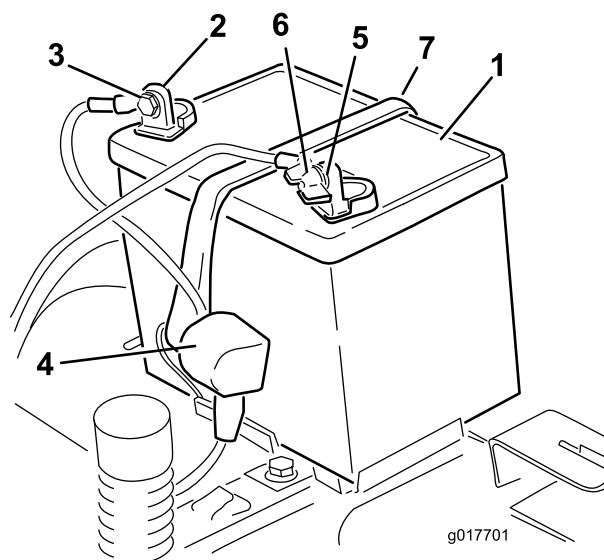

Figure 39
4. Débranchez le câble négatif (noir) de mise à la masse de la borne de la batterie (Figure 39). Conservez toutes les fixations.
5. Repoussez le capuchon en caoutchouc sur le câble positif (rouge). Débranchez le câble positif (rouge) de la borne de la batterie (Figure 39). Conservez toutes les fixations.
6. Déposez la barrette de maintien de la batterie (Figure 39) et soulevez la batterie de son support.
1. Placez la batterie dans son support (**Figure 39**).
5. Fixez la batterie en place à l'aide de la barrette de maintien (**Figure 39**).